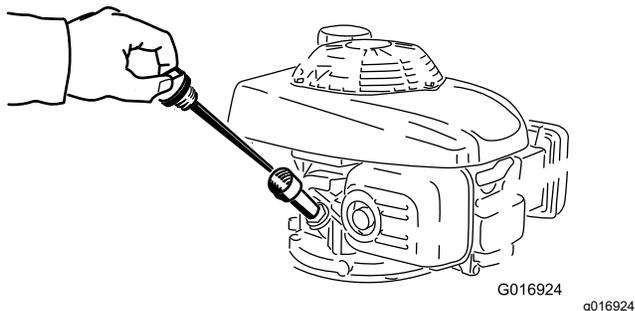

Рисунок 31
3. Извлеките масломерный щуп (Рисунок 31).